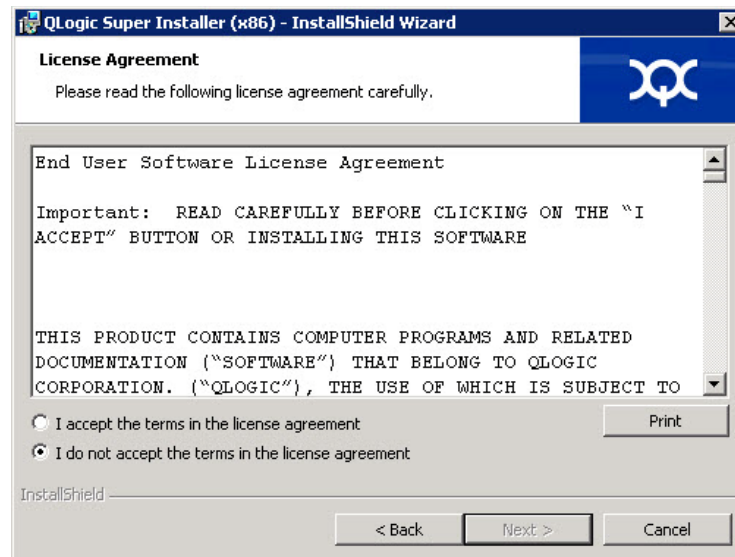

Ilustración 2-3. Asistente QLogic InstallShield: Ventana License Agreement (Contrato de licencia)
4. En la ventana License Agreement (Contrato de licencia) del asistente (Ilustración 2-3):